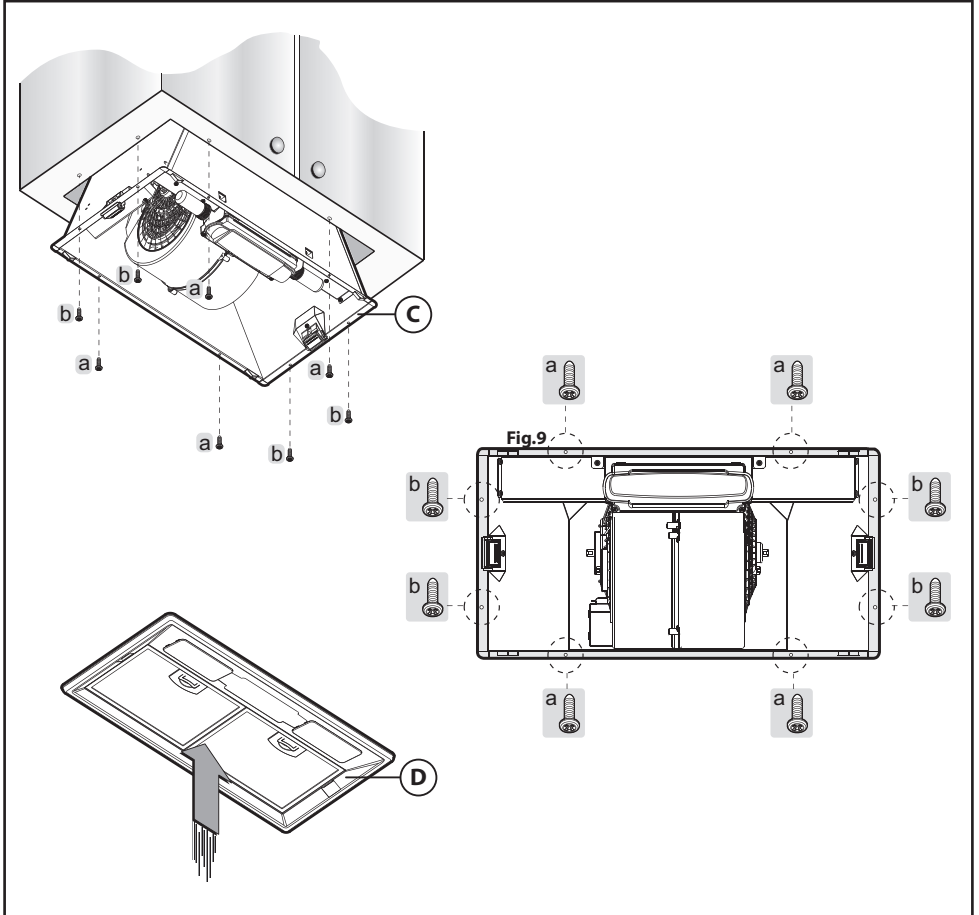

Fig.4
• Montaggio della cappa nella parte inferiore del pensile: Questo tipo di apparecchio deve essere incassato in un pensile o in altro supporto. Le misure d'ingombro della cappa sono riportate nella figura 2. Prima di procedere con il fissaggio della cappa, togliere la griglia **D**, premendo i due tasti laterali **A** come indicato in figura 3. Per il fissaggio utilizzare 8 viti (non fornite) idonee al tipo di mobile. Per una corretta installazione della cappa, fissare prima le 4 viti **A** e poi le 4 viti **B** seguendo lo schema indicato in figura 4. Dopo aver fissato la cappa nella parte inferiore del pensile prendere la griglia **D** (Fig.4) e ricollocarla nel suo alloggiamento. Durante questa operazione fare attenzione che la griglia **D** sia agganciata correttamente.